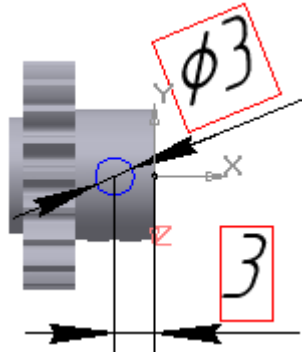

Рисунок 6.32 – Ескіз отвору під гвинт
22. Для отвору під гвинт виберіть площину **ZX** і побудуйте наступний ескіз (рис. 6.32):